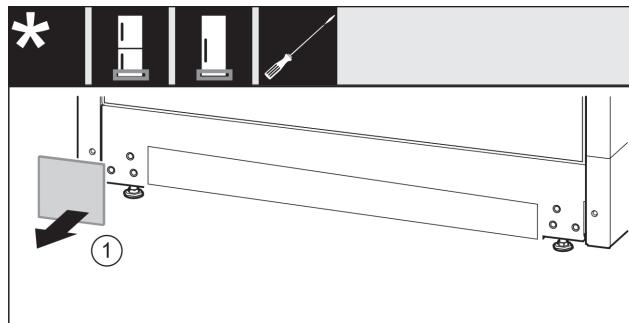

Fig. 35
- Nonemiet pārsegu. *Fig. 35 (1)*